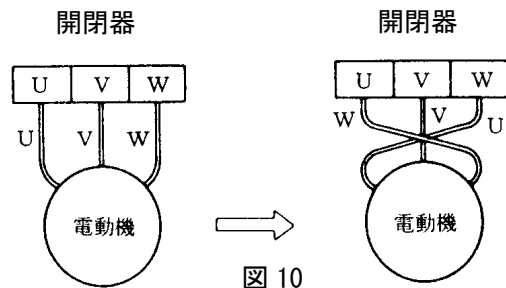

図 10
- (1) 吐出し側の仕切弁を全閉にし、スイッチを 1~2 回入れたり切ったりして始動に異常のないことをご確認ください。なお、この時 DWVA 型ポンプにおいては、上部フロートが向上になっていないと始動しませんのでご注意ください。
- (2) 次に回転方向を確認してください。ポンプを運転し、吐出し量が少なく異常音を発する場合は逆回転ですから、三相のうち二相を入れ替えてください。(図 10 参照)